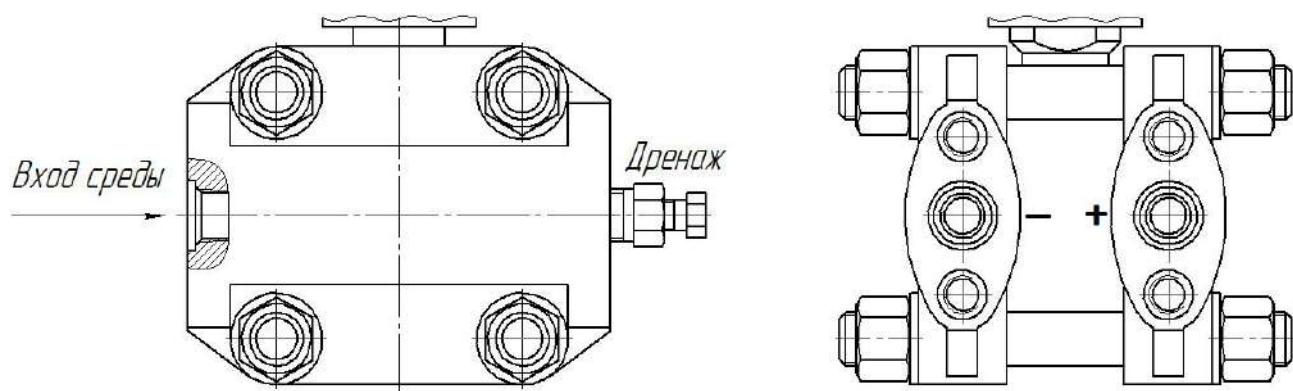

Рисунок 6 – Места подвода давлений датчиков ДД
1.6.4 Места подвода большего и меньшего давлений у датчиков разности давлений маркированы знаками «+» справа и «-» слева (см. рис. 6). Знак «+» соответствует месту подвода измеряемого давления или большего из измеряемых давлений, а знак «-» соответствует камере, сообщающейся со